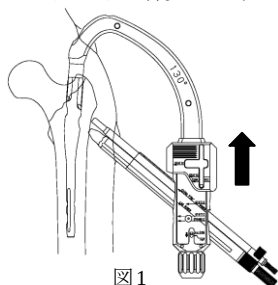

図1
- 1) ラグスクリュー用スリーブを使用する際は、セクタガイドを近位側へ移動させます (ストッパーで止まる位置まで)。 (図1)